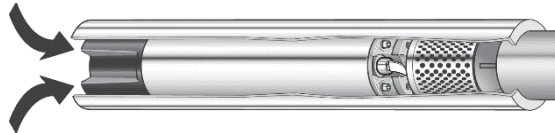

Figura 6-1: Tubo de refrigeração
- ⇒ Montar o tubo de refrigeração (ver figura 6-1).